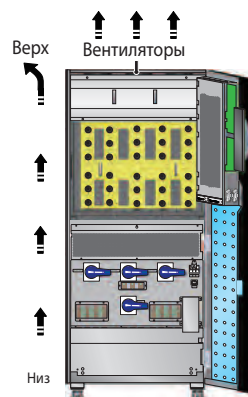

Рис. 5-а. Направление воздушного потока, созданного вентиляторами
- На месте монтажа должно быть обеспечено достаточно свободного пространства для вентиляции и обслуживания ИБП. Поскольку вентиляторы ИБП создают поток воздуха, направленный снизу вверх (см. **рис. 5-а**), а опциональный внешний батарейный кабинет следует устанавливать рядом с ИБП, то рекомендуется: